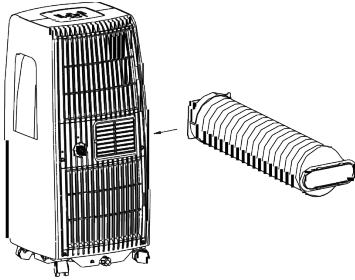

Fig. 18
8. För in utloppsslangen i luftutloppet i pilens riktning (fig. 18).
1. Ta upp ett hål i väggen. Montera utloppsadapter A på väggens utsida med 4 st. expanderpluggar och träskruvar (fig. 18). Dra åt ordentligt.